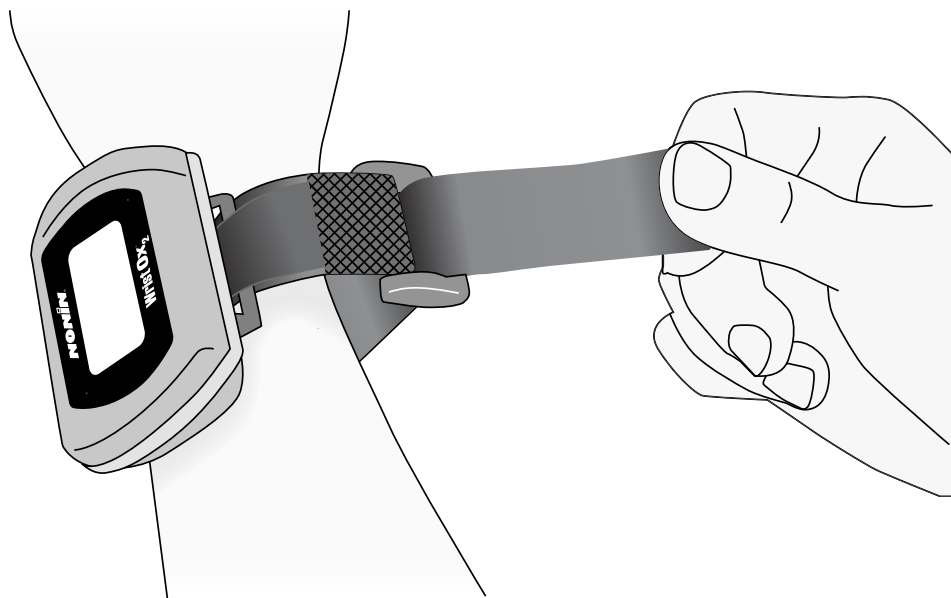

Figura 11: Infilare il cinturino e tenderlo
3. Infilare l'estremità arrotondata del cinturino nell'anello di plastica. Tirare il cinturino attraverso l'anello fino ad avvolgere il polso in modo confortevole (figura 11).